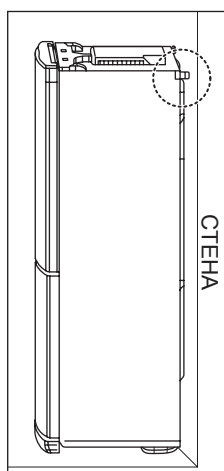

Рис.2
4. Над холодильником, а так же с задней и боковых его сторон должно быть свободное пространство не менее 5 сантиметров для циркуляции воздуха см. рис.2.